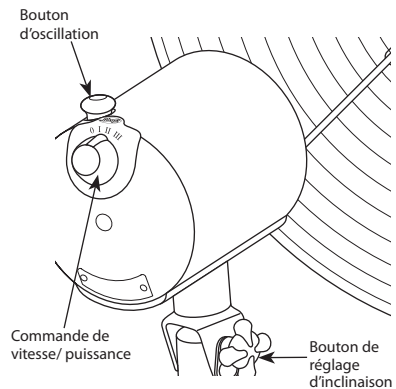

FIGURE 13
3. Mettre en marche (ON) ou arrêter (OFF) le ventilateur en tournant la commande de vitesse/puissance dans le sens horaire ou antihoraire. Voir Figure 13. Il faut toujours arrêter (OFF) le ventilateur avant de la débrancher.
4. Pour sélectionner la vitesse, déplacer la commande de vitesse de la position OFF à la vitesse désirée : .O (off/éteint), I (low/bas), II (medium/moyen), III (high/élevée). Voir Figure 13.
5. Pour ajuster la circulation d'air vers le haut ou le bas, desserrer le bouton de réglage d'inclinaison sur le côté du moteur du ventilateur. Voir Figure 13. Placer le ventilateur à l'angle désiré et resserrer le bouton de réglage d'inclinaison.
6. Pour faire osciller le ventilateur, pousser le bouton d'oscillation vers le bas. Pour arrêter l'oscillation du ventilateur, tirer le bouton d'oscillation vers le haut. Voir Figure 13.